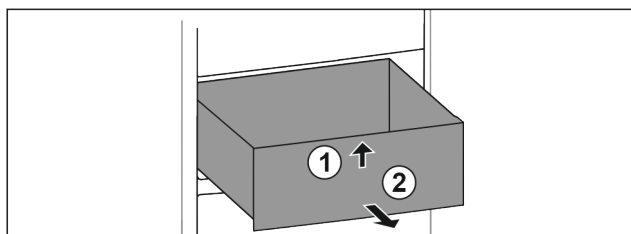

Fig. 62
- ▶ Nadzvedněte zásuvku vpředu. Fig. 62 (1)
- ▶ Vyjměte zásuvku dopředu. Fig. 62 (2)